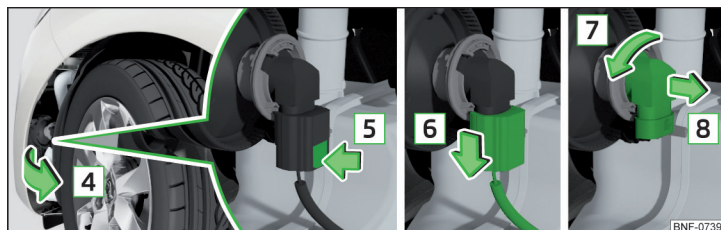

Bild 177 Byta glödlampa
- Fäll upp hjulhuspanelen i pilens riktning **4** » bild 177.